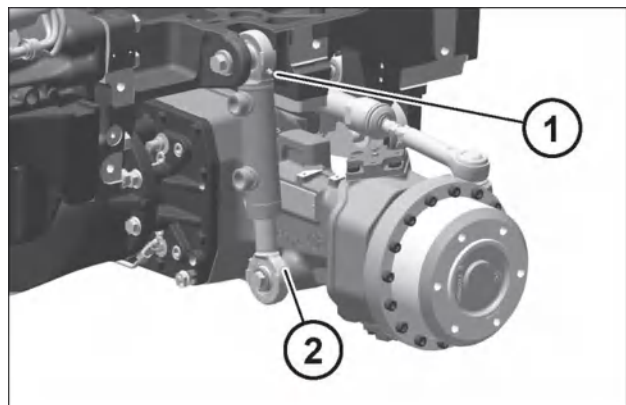
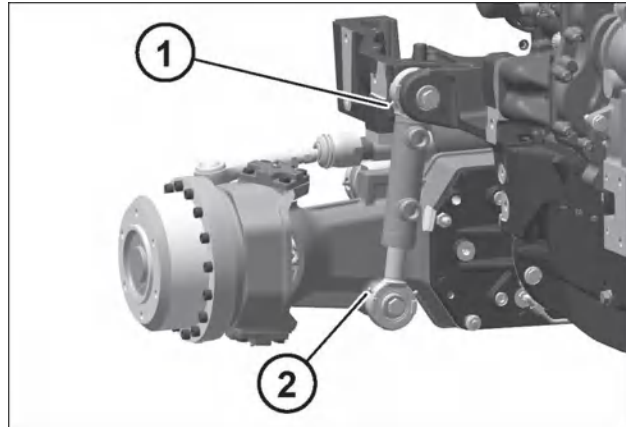

Рис. 7-90
Рис. 7-91
- Гидроцилиндры подвески передней оси (2 шт. с каждой стороны) (1 и 2 — рис. 7-90) (1 и 2 — рис. 7-91).